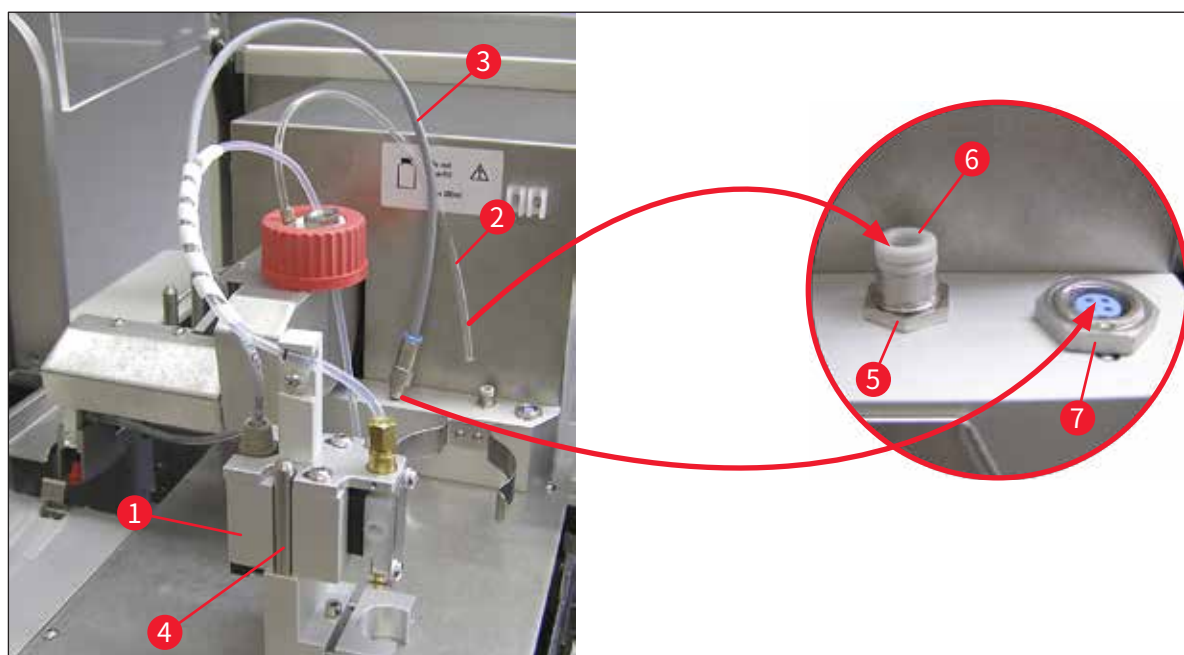

图 11
2. 将喷胶阀 (→ 图 11-1) 插到灌注位置的固定架 (→ 图 11-4) 上 (→ 图 11)。